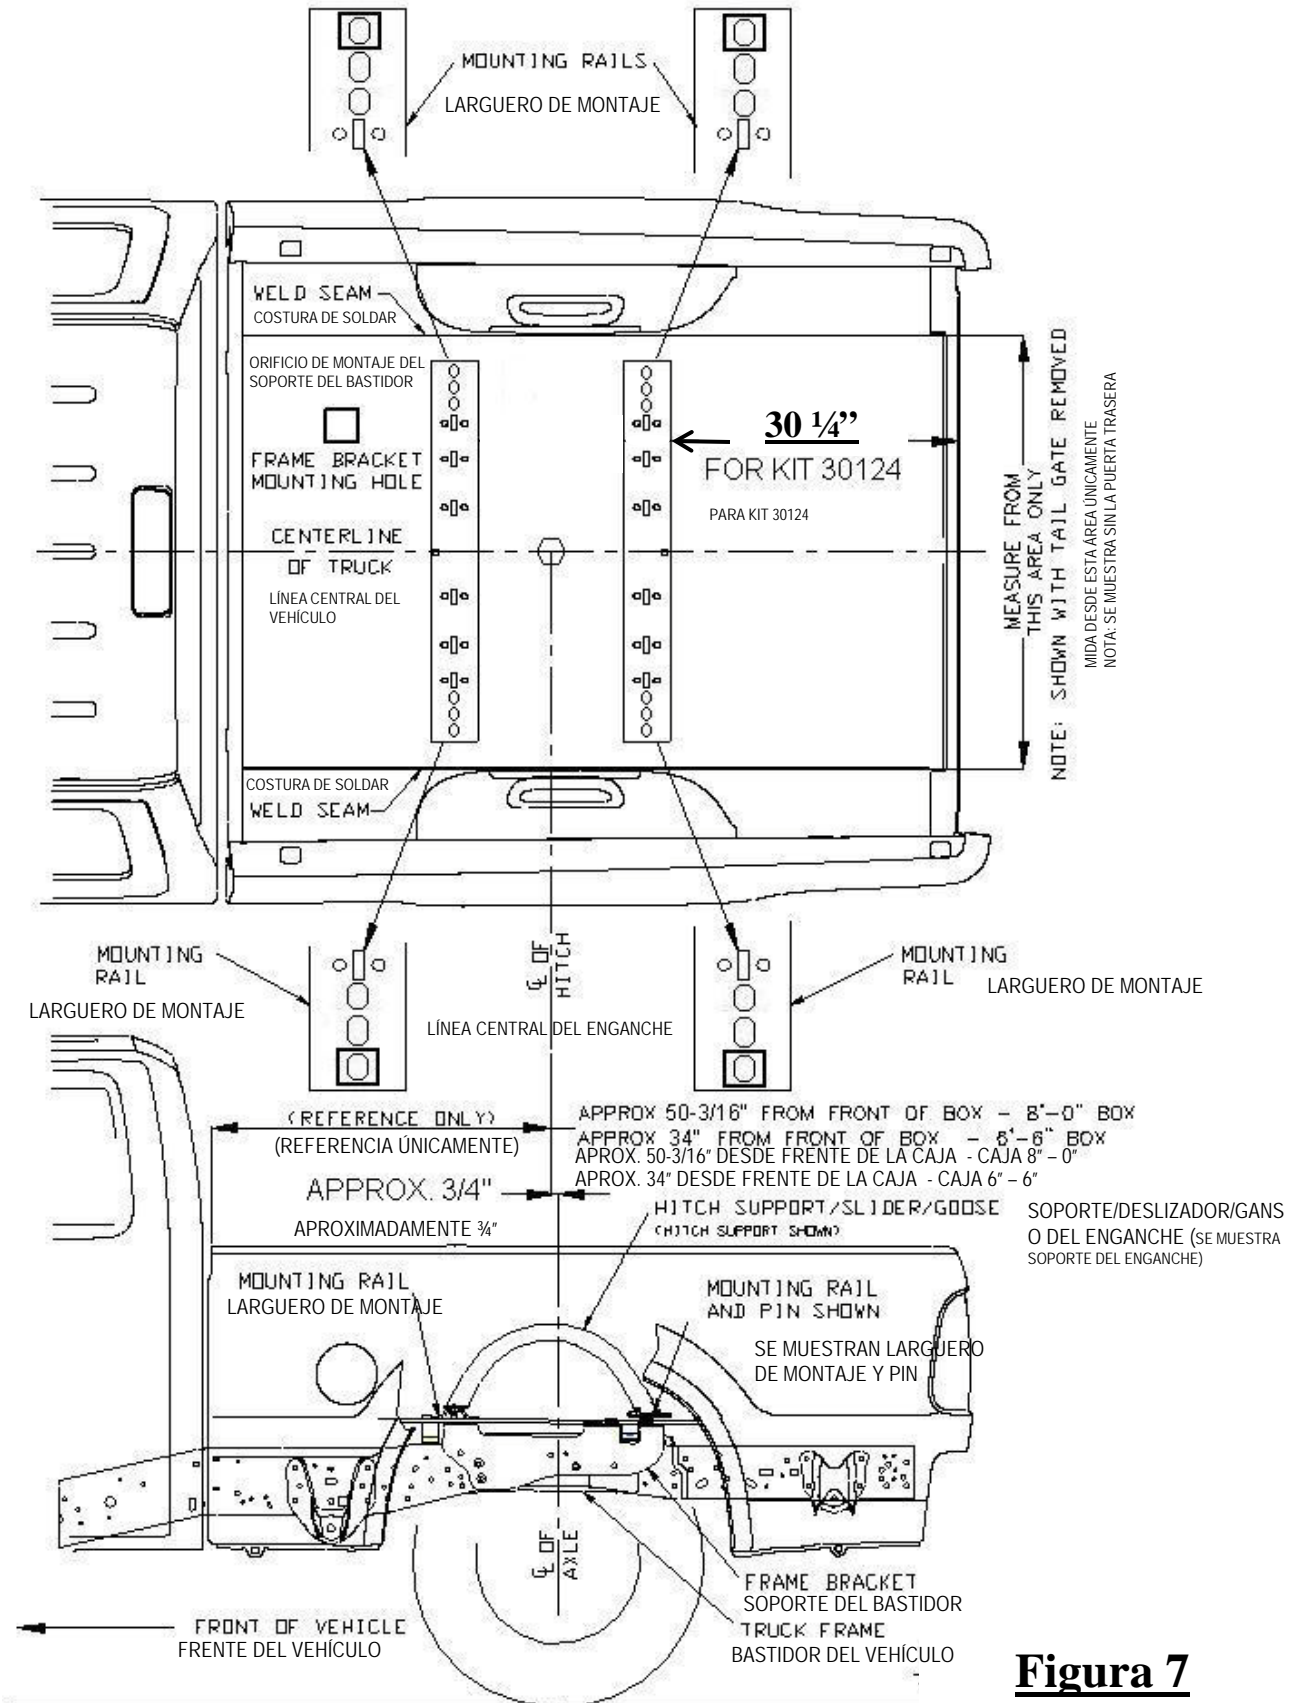

Figura 7
3. Coloque el larguero de montaje delantero en la caja del vehículo. Usando la cinta de medir, centre el larguero entre las costuras de soldar a lo largo del piso del vehículo y la distancia correcta desde el borde posterior de la caja del vehículo como se ilustra en la Figura 7. Ver página 1 o página 3 para instalar los soportes en los largueros y los soportes en el bastidor.